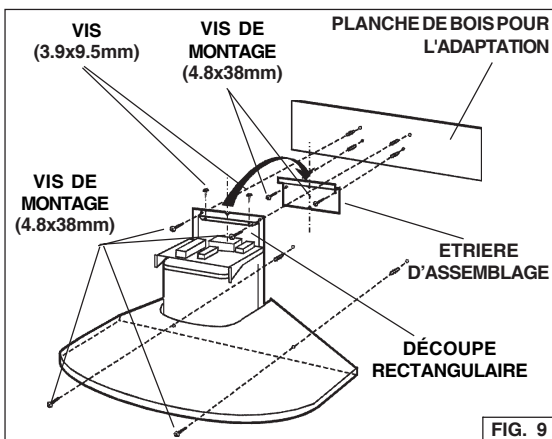

FIG. 9
3. Alignez l'ouverture rectangulaire située à l'arrière de la hotte avec le support de fixation murale. Abaissez lentement la hotte jusqu'à ce qu'elle s'emboîte avec le support (fig. 9).
4. Mettez la hotte à niveau au moyen des (2) vis (3.9x9.5mm) et fixez-la au moyen de deux (4) vis de montage (4.8x38mm). Si vous ne disposez pas de poteaux de cloison ni d'armature, utilisez les ancres murales fournies (fig. 9).